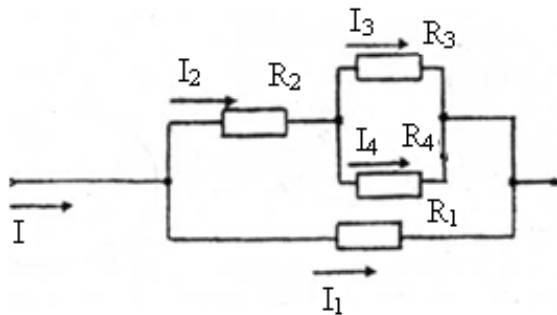

Рис. 4 - Схема электрической цепи постоянного тока со смешанным соединением резисторов
2. Разорвем ветвь с источником тока J. Токи, протекающие в цепи рис.4 называют вторыми частичными токами и обозначают с двумя штрихами.